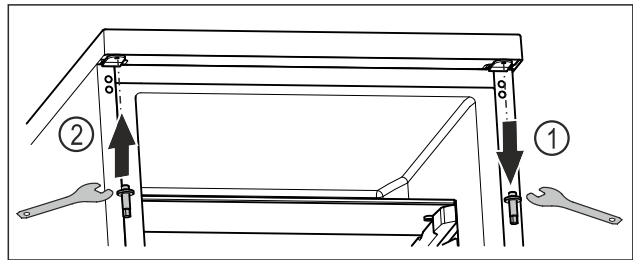

Fig. 18
- Skru ut den øvre bolten med utvendig sekskantnøkkel. Fig. 18 (1)
- Skru fast bolten med utvendig sekskantnøkkel på motsatt side. Fig. 18 (2)